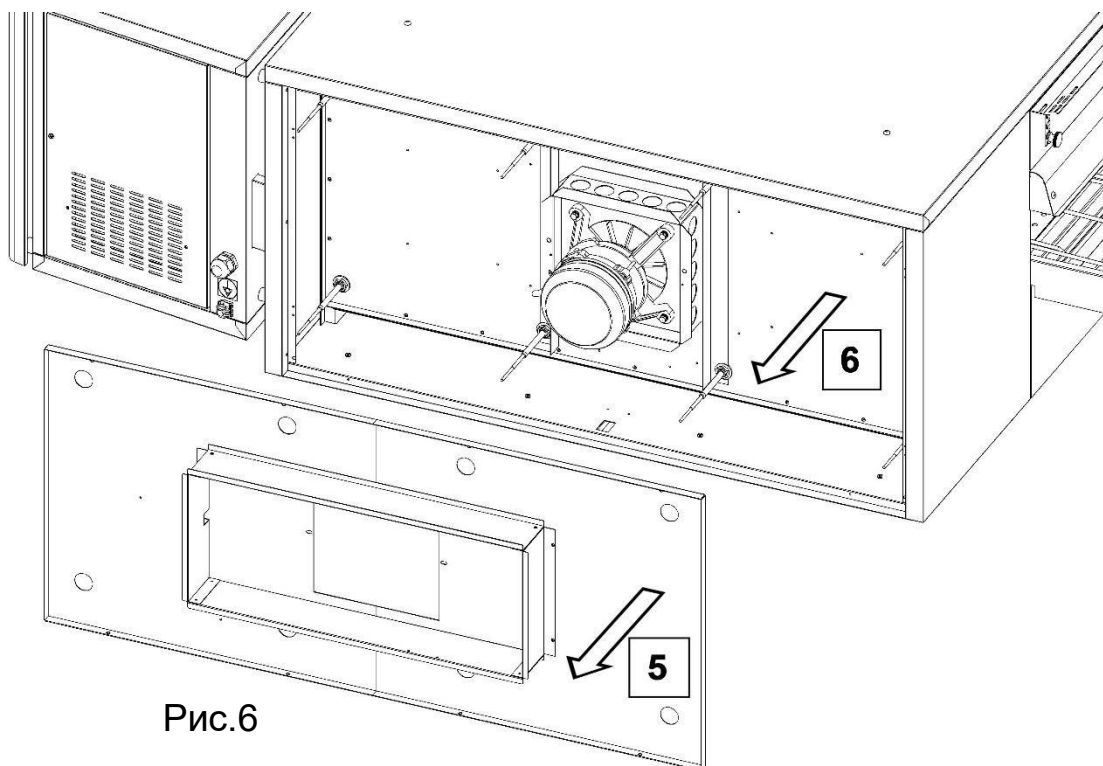

Рис.6
6. Снимите панель двигателя (рис. 6).
Кроме того, нажатие на символ клавиатуры приведет вас к экрану для непосредственного выбора значения (рис. 6). Подтвердите нажатием на галочку или флажок; чтобы отменить, нажмите X.